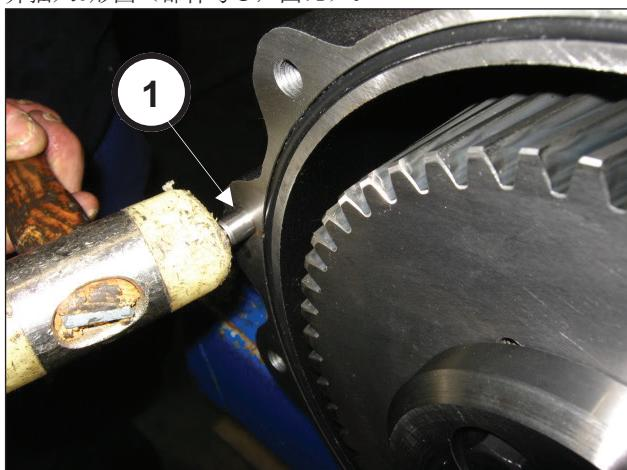
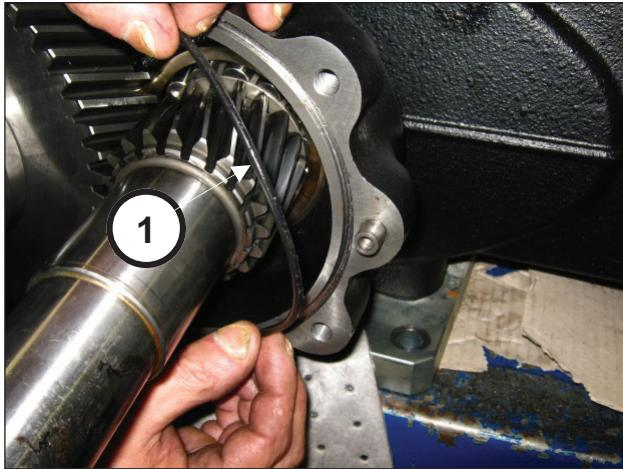

图70
图71
将两个销子 010×24 安装到减速齿轮箱（部件号①，图70）并插入O形圈（部件号①，图71）。